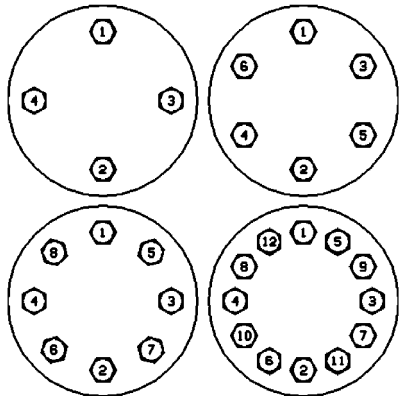

Abbildung 22: Anzugsreihenfolge
3. Ziehen Sie die Gehäusemuttern (B014) gleichmäßig an, indem Sie die Drehmomente in den in Tabelle 6 und Abbildung 22 angegebenen Abstufungen und Reihenfolgen anwenden.